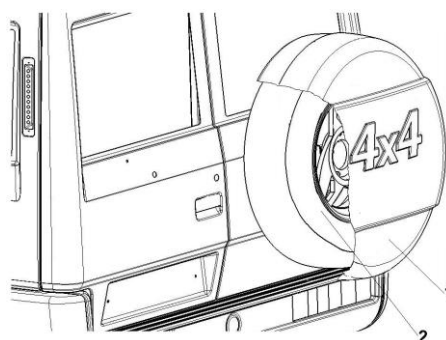

Рис. 34. Установка запасного колеса
2. Достаньте домкрат и сумку с инструментом. Демонтируйте запасное колесо 2 (рис. 34). Для демонтажа запасного колеса снимите декоративный колпак 1 и отверните четыре гайки, которыми колесо крепится к специальному кронштейну.